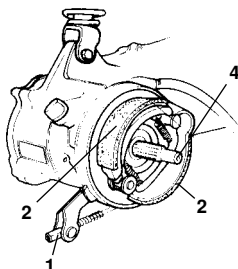

Fig. 33
Quando si esaurisce la possibilità di registrazione del freno posteriore, mediante la regolazione (1 - Fig. 33), occorre effettuare la sostituzione delle ganasce (2 - Fig. 33) operando nel modo seguente:
- sfilare la ruota dal perno del mozzo (4 - Fig. 33),
- sostituire le ganasce (2),
- rimontare la ruota, serrando il dado (3) a 9,5 Kgm (ogni quattro interventi sulla ruota, sostituire il dado) (3).
When the adjustment of the brake is no longer possible (1 - Fig. 33) the brake shoes must be changed (2 - Fig. 33):
- remove the wheel (4 - Fig. 33);
- change the brake shoes (2);
- replace the wheel and lock the wheel nut (3) (torque: 9,5 kgm - every 4 times change the wheel nut) (3).